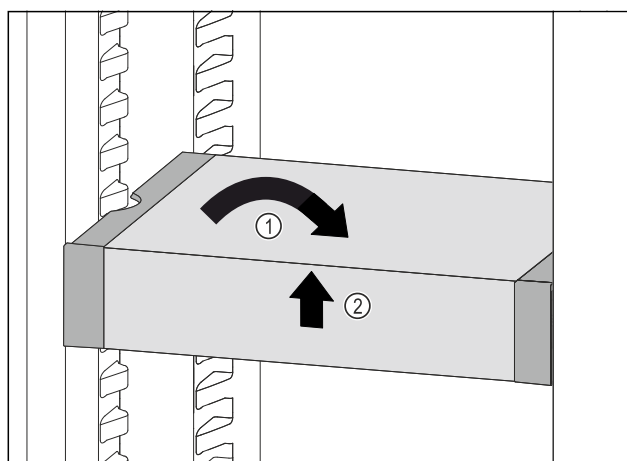

Fig. 103
- ▶ 将 VarioSafe 放平。Fig. 103 (1)
- ▶ 抬起 VarioSafe 前部。Fig. 103 (2)